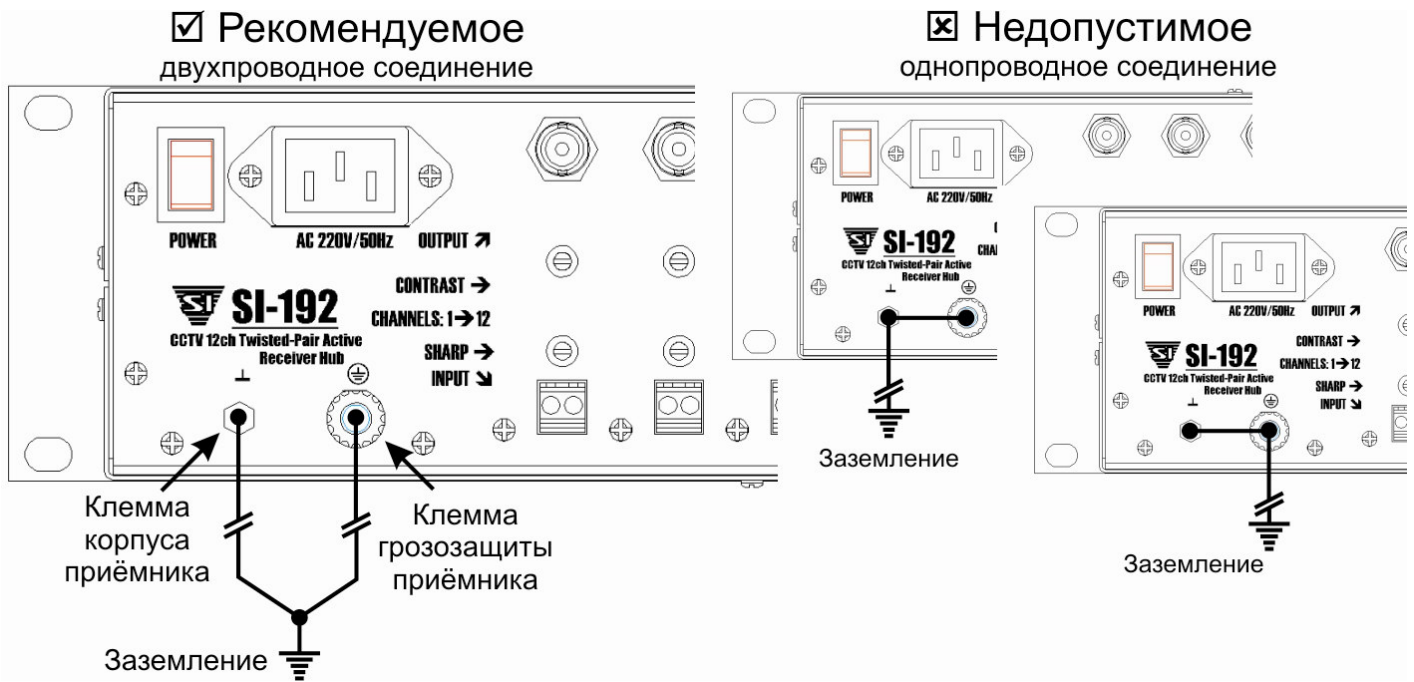

Рис. 2.
5.2. **Внимание!** Приёмник должен быть заземлён в соответствии с рис. 2. Площадь поперечного сечения проводов заземления должна быть не менее 0,8 мм². Схема заземления приёмника должна быть двухпроводной. Запрещается соединение приёмника с «землёй» одним проводом (см. рис. 2.) для изделия в металлическом корпусе.